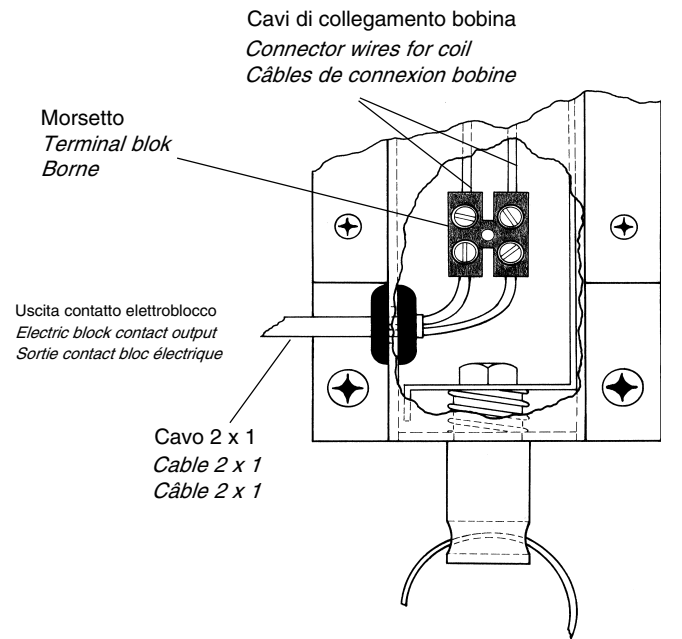

Fig. 1B
- Collegare i cavi della bobina e il cavo di alimentazione (2 x 1) all'apposito morsetto (fig. 1B).
- Connect the wires from the coil and the power supply cable (2 x 1) to the corresponding terminal (fig. 1B).
- Connecter les câbles de la bobine et du câble d'alimentation (2 x 1) sur la borne correspondante (fig. 1B).